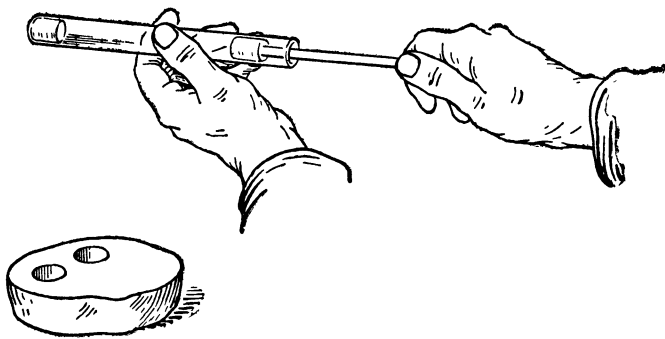

Рис. 80. Картофельный пистолет.
2. Вырезать из картофелины пластинку. Недлинную стеклянную или металлическую трубочку погрузить сначала одним концом, потом другим в картофель так, чтобы оба конца стеклянной трубочки закупорились картофельными пробками. Тонкой деревянной палочкой быстро вдвигать одну из пробок внутрь трубочки. Продвигая одну пробку внутрь трубки, другую пробку можно заставить с шумом вылететь (рис. 80).